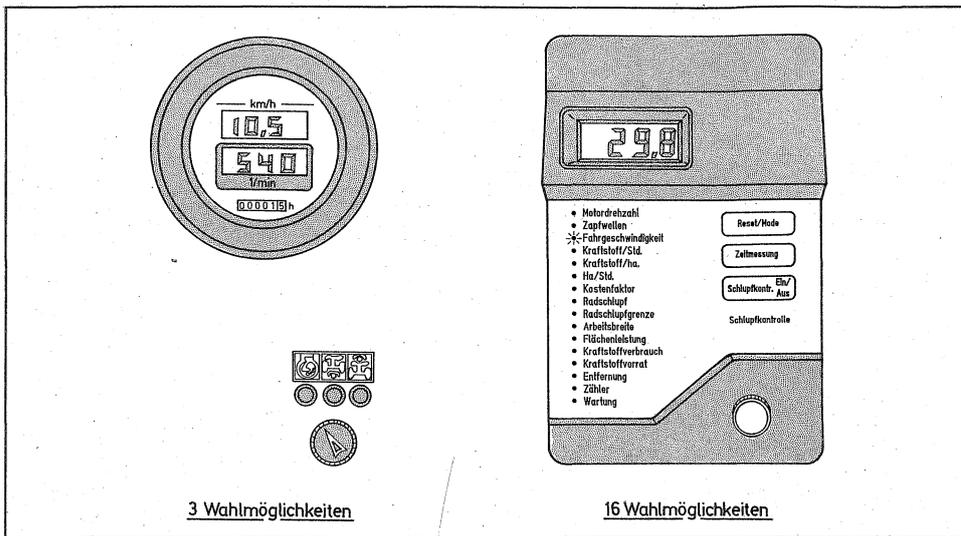

Abb. 2: Elektronische Schlepperinformationseinheiten mit Wahlanzeige.
**E**lektronik unterscheidet sich von der reinen Mechanik durch die Fähigkeit der Kommunikation. Das heißt, die verschiedensten Teile können untereinander über Informationen in Verbindung stehen und diese Informationen können auch immer für den Landwirt verfügbar gemacht werden. Einfachste Elektronik dient daher in der ersten Stufe der Information. Erst in den Folgestufen wird sie aktiv zur Steuerung und umfassend erst in der Regelung herangezogen. Diese Einsatzform zeigt schon ganz kurz die zu erwartende Entwicklung auf. Sie hat bei den Schlepperbordcomputern begonnen. Sie setzt sich über die elektronischen Steuerungen der Feldspritzen und Düngerstreuer fort und sie wird irgendwann in der Zukunft im spezialisierten Agrarroboter enden. Am Schlepper setzt Elektronik zuerst an der bisherigen zentralen Informationseinheit, dem Traktormeter an. Zwei wesentliche Trends sind erkennbar, beide haben Vor- und Nachteile (Abb. 2).